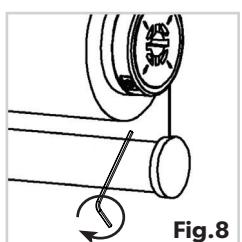

Fig.8
1. Replacez la vis de blocage dans l'un des quatre emplacements prédefinis sur le tambour et, à l'aide de la clé Allen, tournez dans le sens horaire jusqu'à ce que vous ne puissiez plus tirer le store vers le bas. (Fig.8)
6. Une fois obtenue la tension souhaitée, maintenez en place l'outil de réglage de la tension et utilisez la clé Allen fournie pour serrer la vis de blocage en la tournant dans le sens horaire (vers la droite). (Fig.8)